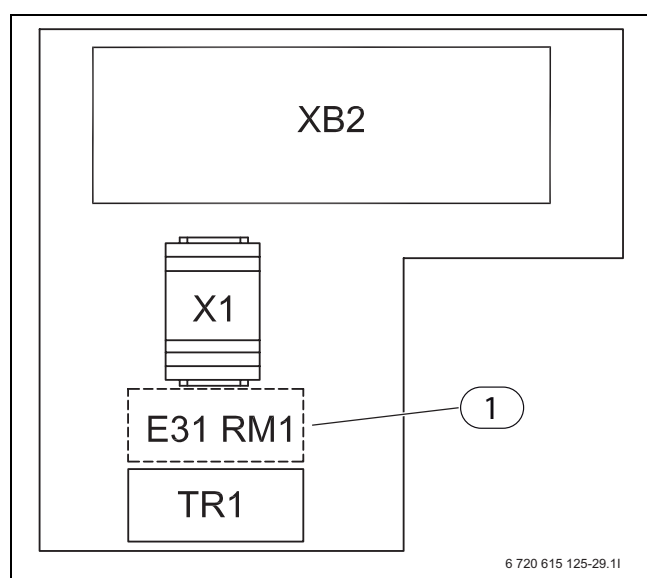

Bild 17
- Montera en fuktgivare (E31.RM1.TM1-5) nära kylstationen på framledningsröret. Vid installation med golvvärmeslingor (→ Kapitel 3.1) kan en fuktgivare även placeras på fördelargruppens framledningsrör. Fuktgivarna ansluts till kondensvakten i kylstationen. Kondensvakten är ett tillbehör och placeras mellan transformern och plintraden (X1) (→ Bild 17, sida 19).